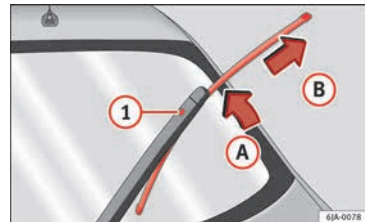

Fig. 70 Escobilla del limpiacristales.
- Retire el brazo del limpiacristales desde el cristal moviendo ligeramente la escobilla en el sentido del brazo – flecha A » fig. 70.
- Con la otra mano desbloquee el seguro ① y saque la escobilla en el sentido de la flecha B.